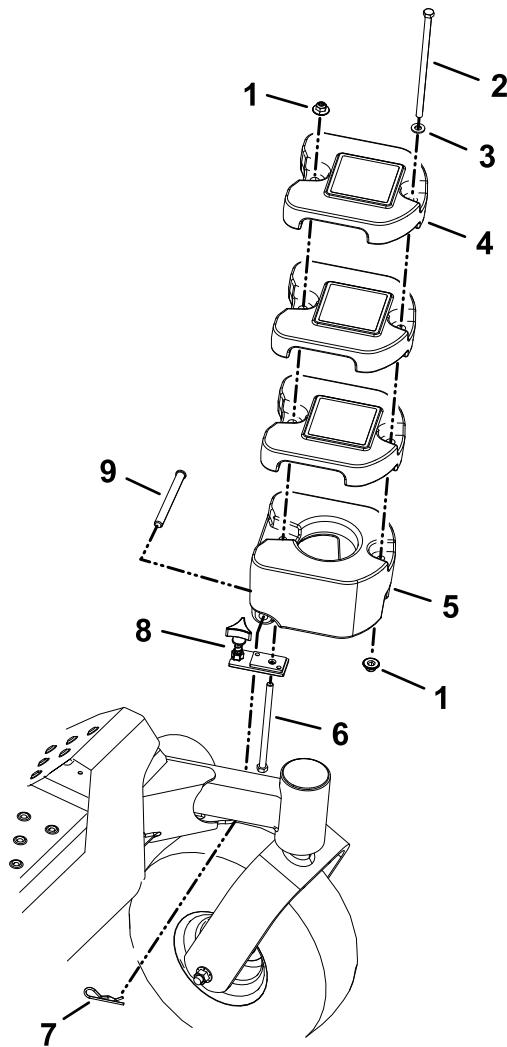

Figure 4
1. Insérez le boulon (3/8 x 6½ po) dans le trou sur le côté inférieur du support et l'arrière de la masse amovible de 20,4 kg (45 lb) (Figure 4).
2. Fixez le bas du support au bras de la roue pivotante au moyen d'une goupille fendue et d'un axe de chape (Figure 4).
3. Serrez le bouton sur le bloc de masses jusqu'à ce qu'il soit solidement fixé au bras de la roue pivotante (Figure 4).
4. Placez trois masses de 9,1 kg (20 lb) sur le boulon en les empilant solidement sur la masse de 20,4 kg (45 lb) (Figure 4).
5. Fixez l'arrière du bloc de masses avec un contre-écrou (3/8 po), comme montré à la Figure 4.
6. Insérez le boulon (3/8 x 8 po) et la rondelle par le haut des trous avant du bloc de masses, et fixez le tout avec un contre-écrou (3/8 po), comme montré à la Figure 4.